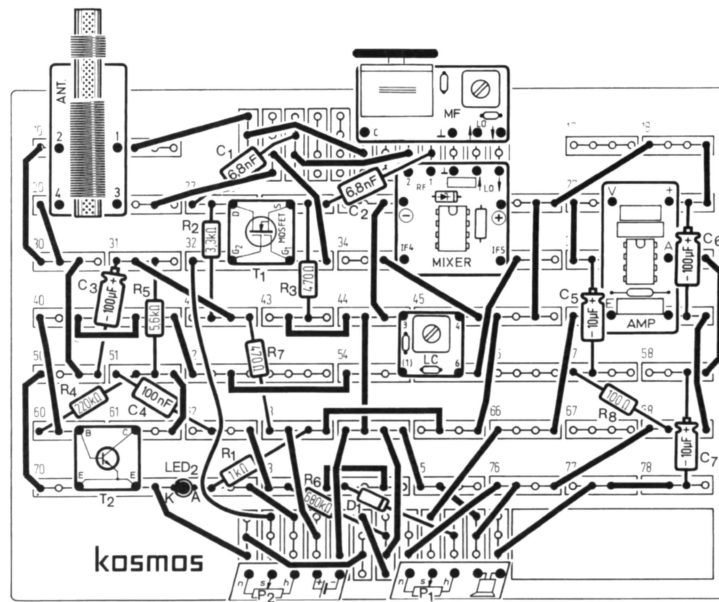

Bild 244. Aufbau zu Schaltung 243.
Gerade in den Abendstunden, wenn viele Sender mit großer Feldstärke einfallen, sind auch viele Pfeifstellen und Scheinsender zu hören. Leider mischt sich jeder Sender nicht nur mit der LO-Frequenz zu einer einzigen Zwischenfrequenz, nein, infolge der unvermeidlichen Nichtlinearitäten der Bauteile entstehen sowohl aus den Frequenzen der empfangenen Sender als auch aus der Frequenz des Lokaloszillators Oberwellen. Und alle diese verschiedenen Frequenzen mischen sich munter miteinander, so daß auch einige Mischprodukte wiederum in die IF(ZF) fallen. Abhilfe bringt zum einen das Zurückdrehen der RF-(HF-)Lautstärke, aber wesentlich wirksamer ist eine lose Kopplung des Antennenkreises, da dieser dann deutlich selektiver wird (Bild 242). Wir schalten G1 des MOSFETs an den Anschluß 3, also an die kleine Wicklung der Ferritantenne (Bild 244). Sofort werden die Lautstärken der empfangenen Sender wesentlich geringer. Aber aufgrund der geringeren Störungen können dann schwache Sender trotzdem besser hörbar sein.